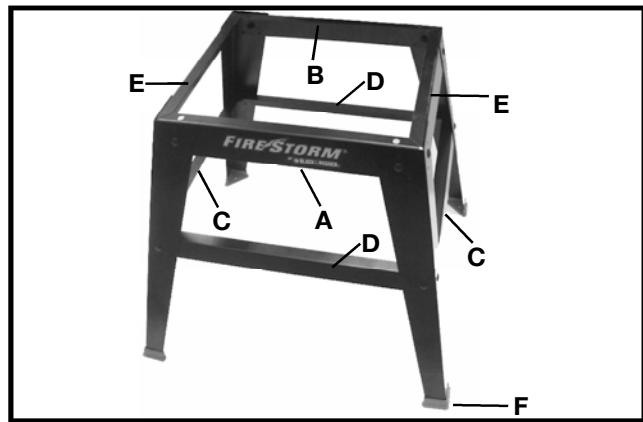

Fig. 4A
1. Les pattes du socle comportent des saillies qui s'aligneront avec les trous dans les traverses supérieures et inférieures. Assembler le socle comme l'illustre la fig. 4A, à l'aide de 16 boulons de carrosserie et écrous hexagonaux à embase. Ne pas serrer complètement la boulonnerie pour le moment.
**IMPORTANT :** les traverses supérieures, avant et arrière (A et B) fig. 4A, sont plus longues que les traverses supérieures latérales (E) fig. 4A. Les traverses inférieures avant et arrière (D) fig. 4A, sont plus longues que les traverses inférieures latérales (C).
2. Assembler les pieds en caoutchouc (F) fig. 4A.